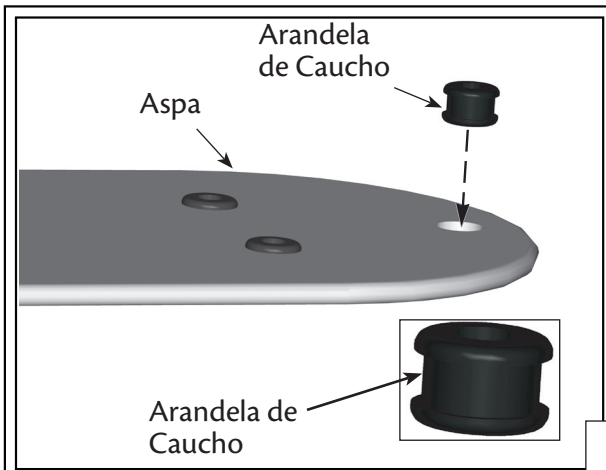

Fig. 13
1. Inserte las arandelas de goma para las paletas, encontradas en la bolsa de herrajes ■, manualmente en los orificios de las paletas (vea la Fig. 13)..